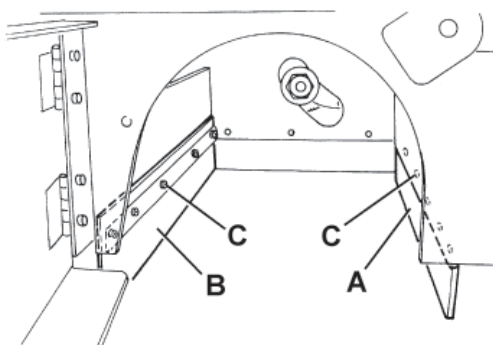
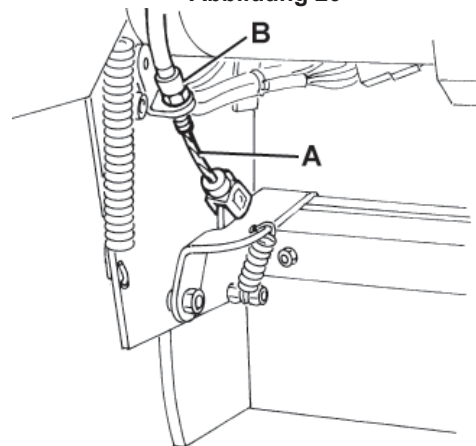
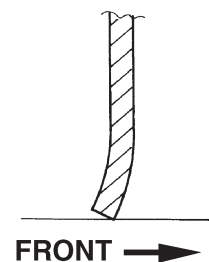

Abbildung 22
Abbildung 23
Abbildung 24
9. Vordere (A, Abb. 22) und hintere (B) Schmutzfangklappe auf Schäden überprüfen.
10. Überprüfen, ob die vordere (A, Abb. 22) und die hintere (B) Schmutzfangklappe leicht auf dem Boden schleifen bzw. ob sie den Boden zumindest berühren (siehe Abb. 24).
Falls erforderlich, Schrauben (C, Abb. 22) lösen und Schmutzfangklappenstellung einstellen. Danach Schrauben (C) wieder eindrehen.
11. Das Pedal für die vordere Schmutzfangklappe (81) ganz heruntertreten und überprüfen, ob sich die vordere Schmutzfangklappe um ca. 5 cm hebt.
Das Pedal loslassen und überprüfen, ob die Schmutzfangklappe in ihre Ausgangsstellung zurückkehrt und nicht in einer Zwischenstellung stehenbleibt. Falls erforderlich, das Schmutzfangklappenkabel (A, Abb. 23) mit der Einstellvorrichtung (B) vorne links auf der Schmutzfangklappe einstellen (für das Auswechseln des Steuerkabels der vorderen Schmutzfangklappe siehe Service-Anleitung).